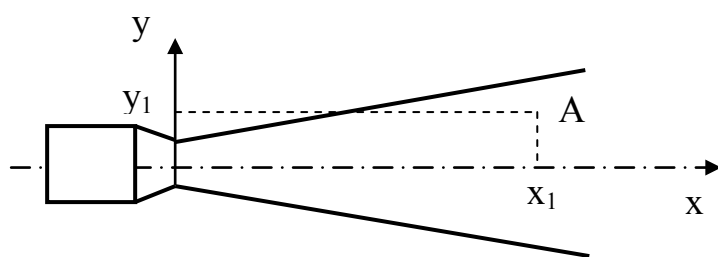

Рисунок 14.1
14.2.5 В точці А камери печі (рис. 14.1) з координатами, м: а) $x = 0,3$, $y = 0,04$; б) $x = 0,4$, $y = 0,04$; в) $x = 0,45$, $y = 0,04$; г) $x = 0,5$, $y = 0,04$. За допомогою трубки Піто заміряна швидкість газу $u = 25,1$ м/с. Визначити швидкість виті-
14.2.6 Знайти співвідношення середніх за витратою і площею швидкостей в перерізі струмини, яка проходить через точку А, і визначити ці швидкості (рис. 14.1). Координати точки А: а) $x = 0,3$, $y = 0,04$; б) $x = 0,4$, $y = 0,04$; в) $x = 0,45$, $y = 0,04$; г) $x = 0,5$, $y = 0,04$. В точці А швидкість газу $u = 25,1$ м/с, діаметр сопла, із якого витікає газ, дорівнює $d_0 = 40$ мм.